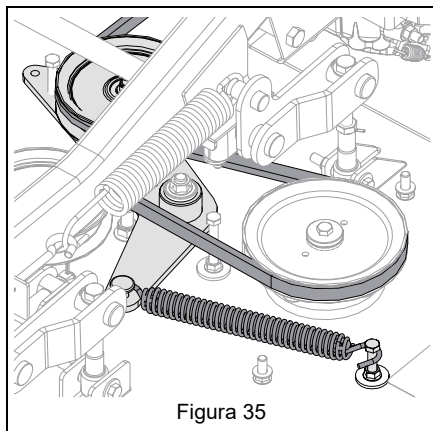

Figura 35
1. Installare la cinghia della PTO attorno alla puleggia della frizione sul retro dell'unità. Vedere Figura 35.